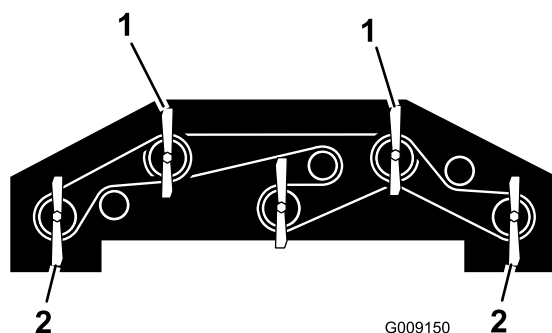

Figura 139
1. Ruotate ogni lama in modo che sia orientata direttamente in avanti (Figura 139).